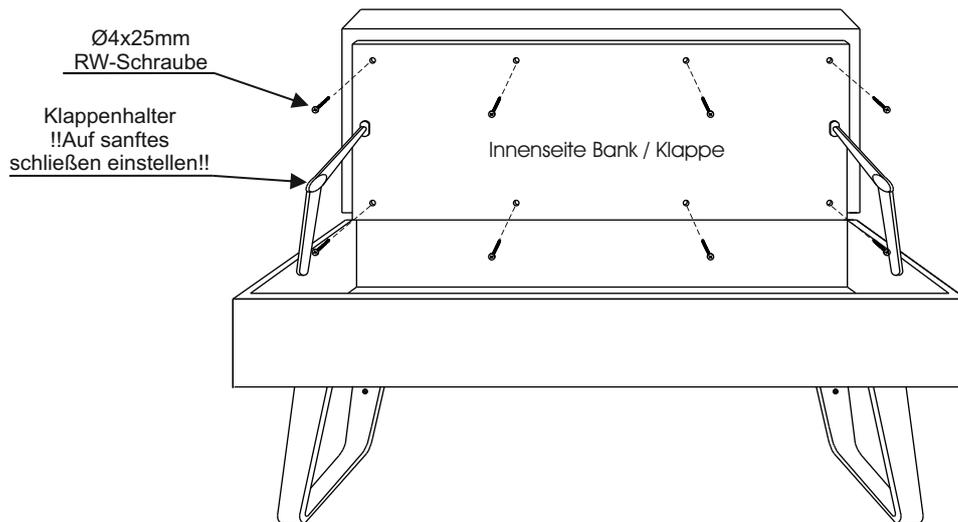

Abb. 3
7. Stellen Sie, durch drehen der Stellschraube am Klappenhalter, diesen so ein, dass die Klappe beim Schließen sanft nach unten fällt. (Abb. 3 / 4)
- Drehen Sie den Sockelgleiter auseinander. (Abb. 2) und stecken das Zapfenteil in die entsprechenden Bohrungen des Unterbodens. Sichern Sie den Gleiter mit je einer  $\text{Ø}4 \times 13\text{mm}$  RW-Schraube. Anschließend wird das Gleitelement wieder aufgeschraubt. (Abb. 3)